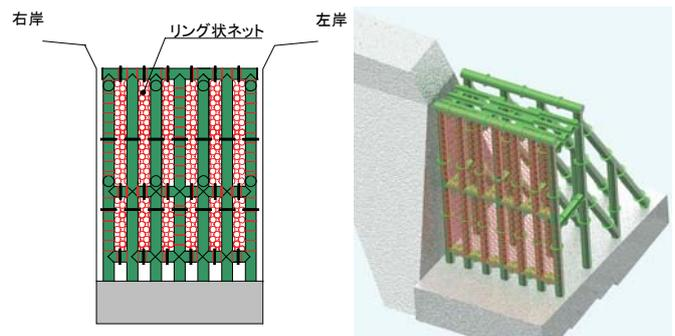

図1 小礫格子形-2000C K22タイプ
④ハイダムへの適用： これまでに、鋼製高10m以上の鋼製透過型えん堤に対して250基以上の施工実績をもち、鋼製高20m級のハイダムへの適用が可能です。
⑤小礫対応： 最大礫径が60cm未満の場合にも、実績のある格子形えん堤と、ワイヤネット工を組み合わせたK22タイプで対応が可能です(図1)。ネットを使用することで、小礫に対しても高い開口率を確保でき、せき上げが発生しないため、優れた捕捉性能を発揮できます。